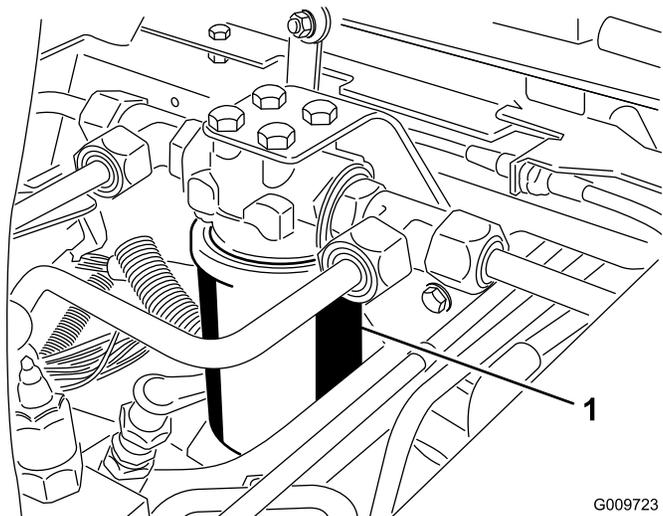
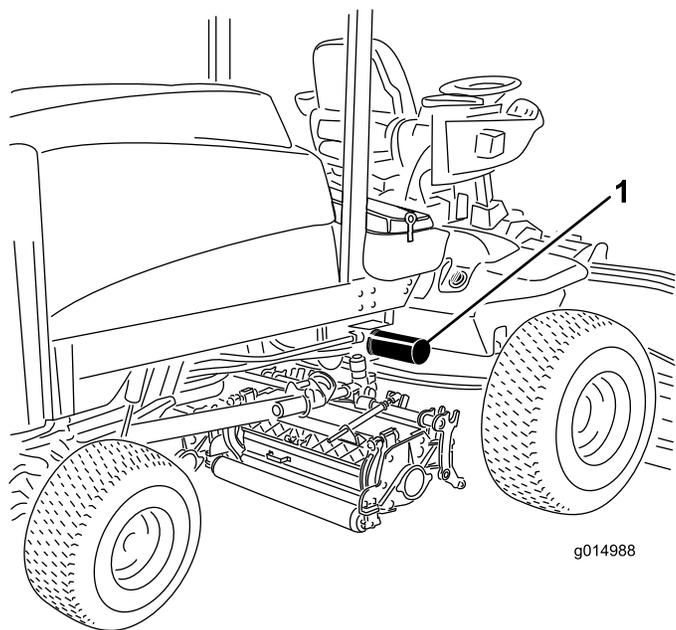

Figura 79
Figura 80
2. Pulite la superficie circostante il filtro. Collocate una bacinella di spurgo sotto il filtro (Figura 79 e Figura 80).